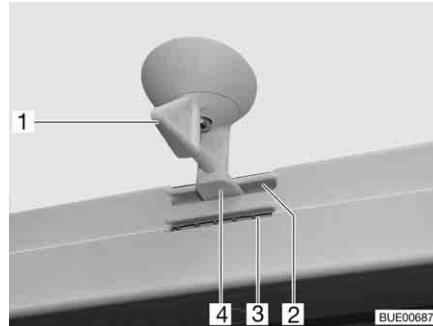
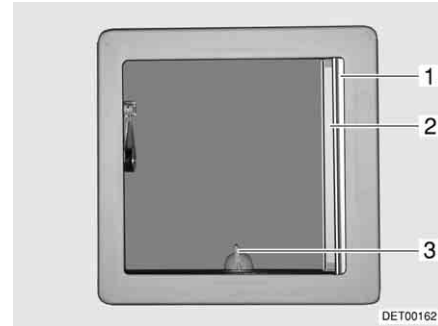

Bild 82 Kipp-Dachhaube, Verriegelung
Bild 83 Kipp-Dachhaube
- Den Hebel (Bild 82,1 bzw. Bild 83,3) eine viertel Umdrehung drehen.
- Den Hebel eine viertel Umdrehung drehen. Die Verriegelung (Bild 82,4) muss in die untere Öffnung (Bild 82,3) gleiten.
- Den Hebel eine viertel Umdrehung drehen. Die Verriegelung (Bild 82,4) muss in die obere Öffnung (Bild 82,2) gleiten.
- Die Faltverdunklung (Bild 83,1) ausziehen und an gewünschter Position loslassen. Die Faltverdunklung bleibt in dieser Position stehen.
- Insektenschutzrollo (Bild 83,2) ausziehen, bis es an der Verriegelung an der gegenüberliegenden Seite einrastet.